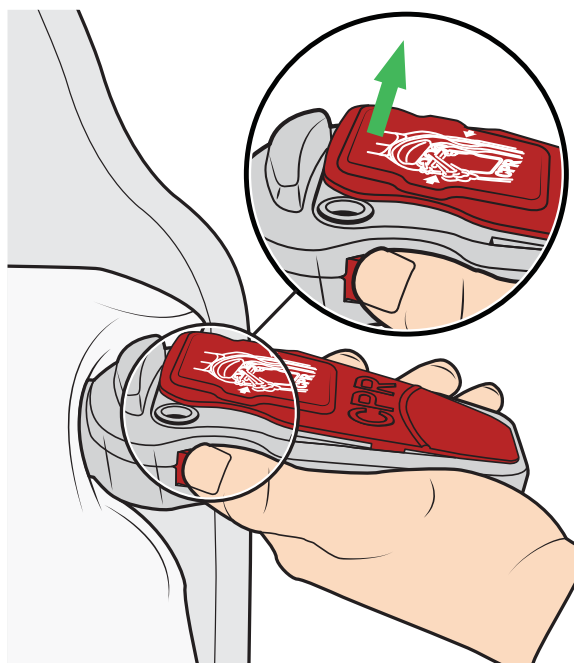

Figura 26
2. Asegúrese de que la parte frontal de la unidad de desinflado rápido para RCP esté abierta (consulte la figura 26).